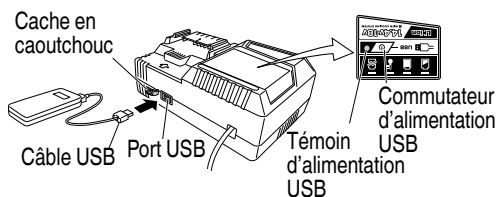

Fig. 8
- (2) Mettez le commutateur d'alimentation USB sur marche (Fig. 8)
- (3) Connectez le câble USB. (Fig. 8)
- (4) Lorsque la charge est terminée
- Mettez le commutateur d'alimentation USB sur arrêt et débranchez le câble d'alimentation de la prise électrique. (Fig. 8)